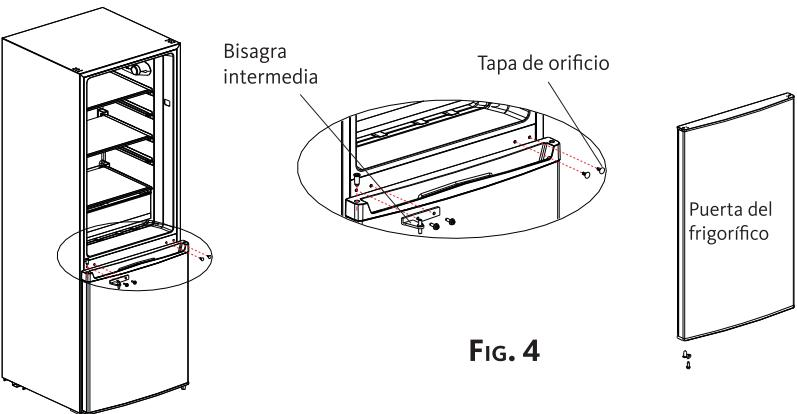

FIG. 4
5. Vuelva a colocar la puerta del compartimento congelador, presionándola contra el aparato. Vuelva a colocar la bisagra intermedia y las tapas de los orificios (fig. 4). Asegúrese de alinear bien la puerta con respecto al aparato. Desmonte el tope que se encuentra bajo la puerta del compartimento frigorífico (fig. 4) y vuelva a montar la que se incluye en la bolsa de accesorios en el otro lado.